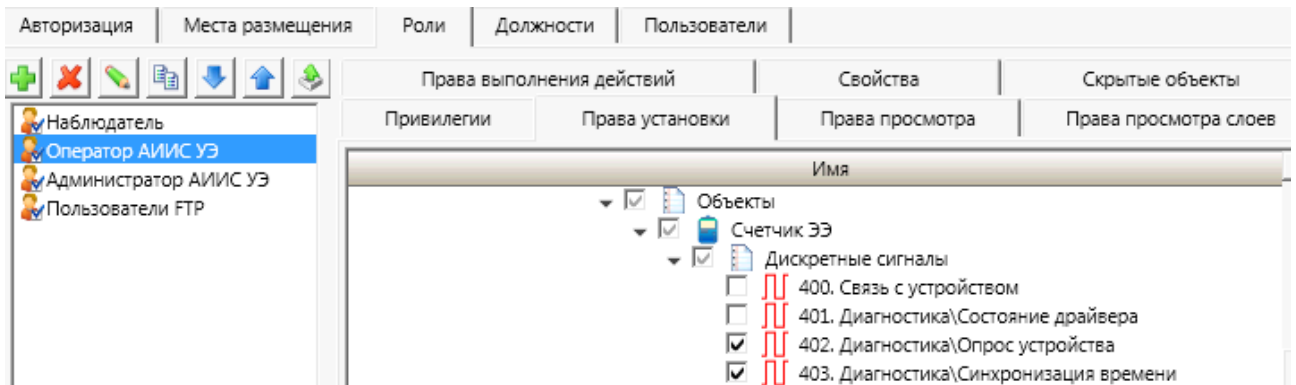

Рисунок 12 – Подраздел **Права установки**
3.3.3.2 Подраздел **Права установки** (рисунок 12) содержит настройки перечня сигналов, значения которых могут быть изменены¹⁾ пользователями роли.